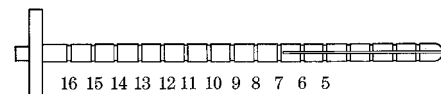

Figure 4-11. Guidet d'insertion de Furlow
1. Servez-vous du guide d'insertion de Furlow (**Figure 4-11**) et de l'aiguille de Keith pour faciliter l'introduction des cylindres dans les corps caverneux.